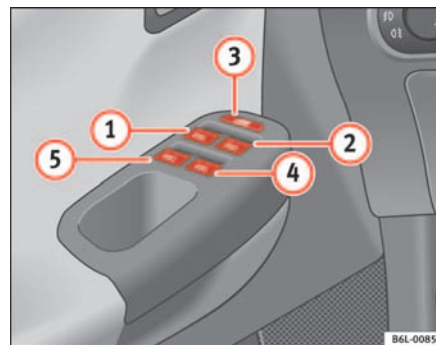

Fig. 51 Detalle de la puerta del conductor: mandos para las ventanillas delanteras y traseras
Las teclas ⇒ **página 88, fig. 51** ① y ② tienen dos posiciones para la apertura de las ventanillas y otras dos para el cierre. De este modo es más fácil controlar las operaciones de apertura y cierre.